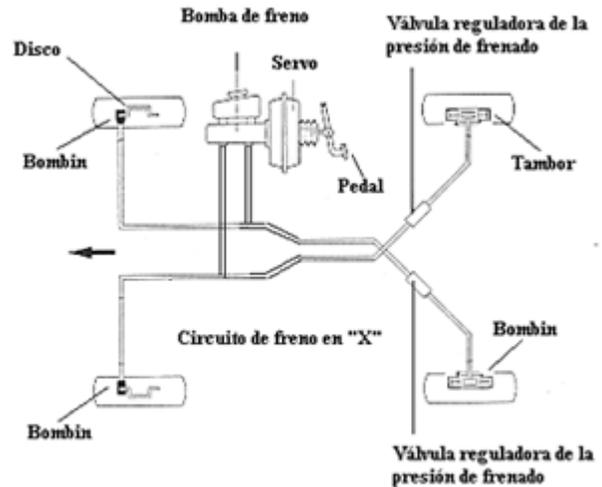

figura 2
-En la figura 2 se ve el esquema de un circuito de frenos con ABS. Como se aprecia el esquema es igual al circuito de frenos convencional al que se le ha añadido: un hidroggrupo, una centralita electrónica de mando y unos detectores de régimen (RPM) a cada una de las ruedas, estos elementos forman el sistema ABS.